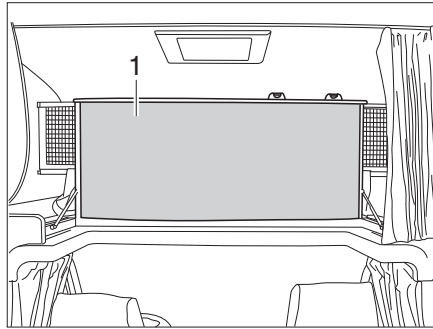

Fig. 157 Lit de capucine, rabattu vers le haut
- Rabattre vers le haut le lit de capucine (Fig. 157,1). Le lit de capucine est maintenu en position verticale par des ressorts à pression de gaz.